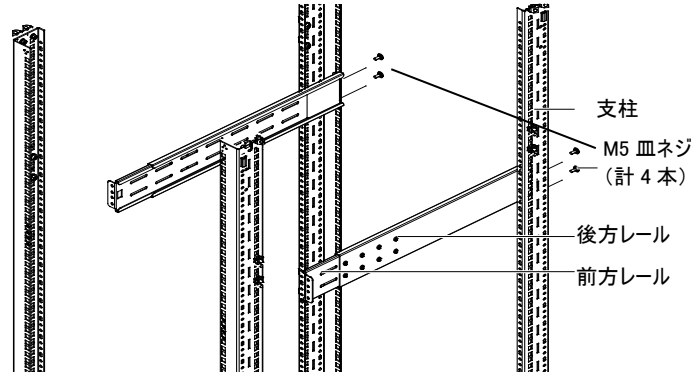

図 2-7 後方レールを取り付ける
4. それぞれのスライドレールの後方レール部分を、M5 皿ネジ 2 本を使って支柱に取り付けます(図 2-7)。